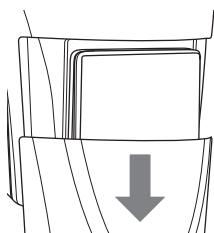

Fig. 1
- ♦ Desplace la cubierta de protección **11** hacia abajo y desmóntela (consulte la fig. 1).